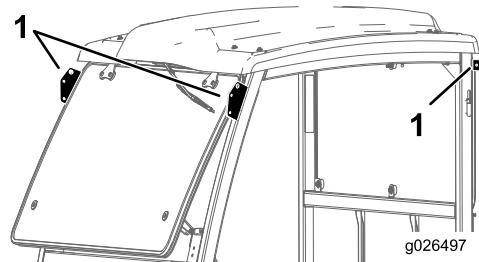

Figura 4
1. Sollevate il telaio della cabina utilizzando i punti di sollevamento e posizionatelo sulla macchina (Figura 4).